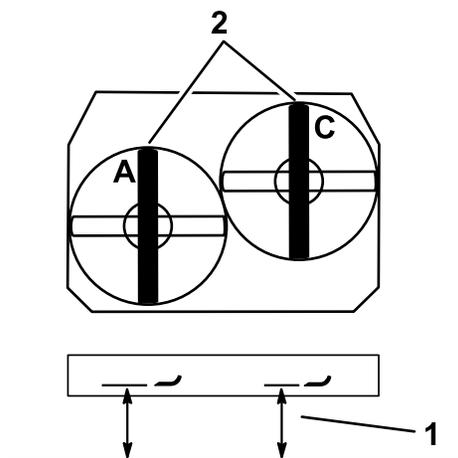

Figure 82
- Mesurez et notez la distance au point **A** entre la surface plane et le tranchant de la pointe de la lame gauche (Figure 82).
- Mesurez et notez la distance au point **C** entre la surface plane et le tranchant de la pointe de la lame droite (Figure 82).
- Ajustez les boulons de réglage dans les chapes, aux points **A** et **C** pour obtenir la hauteur correcte (Figure 82).
3. Mesurez et notez la distance au point C entre la surface plane et le tranchant de la pointe de la lame droite (Figure 82).